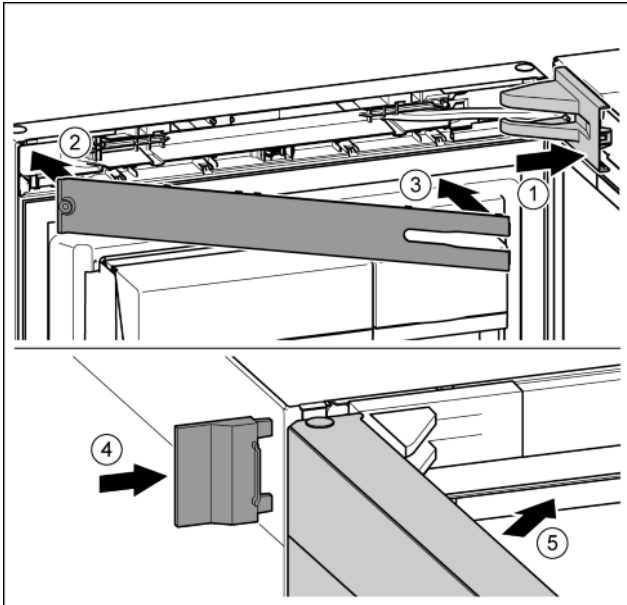

Fig. 43
- ▶ Крышку опорного кронштейна установить и зафиксировать, при необходимости, осторожно разжать. Fig. 43 (1)
- ▶ Установить накладку. Fig. 43 (2)
- ▶ Наклонить и защелкнуть накладку. Fig. 43 (3)
- ▶ Надвинуть внешнюю крышку. Fig. 43 (4)
- ▶ Закрыть верхнюю дверь. Fig. 43 (5)